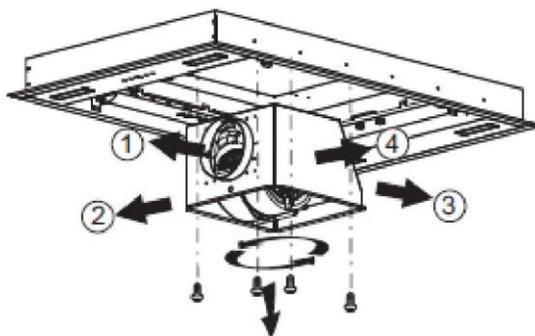

Abb. 8
6. Stellen Sie die Richtung des Auslasses wie in Abbildung 8 dargestellt ①/②/③/④ ein.